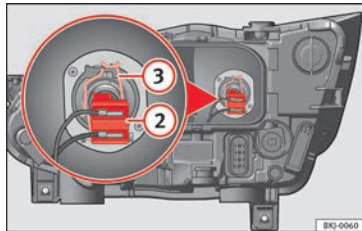

Fig. 112 Dans le compartiment moteur : ampoule des feux de croisement.
- Retirez le connecteur **» fig. 112 2** de l'ampoule.
- Décrochez le ressort entrebâilleur **» fig. 112 3** en le pressant vers l'intérieur et vers la droite.